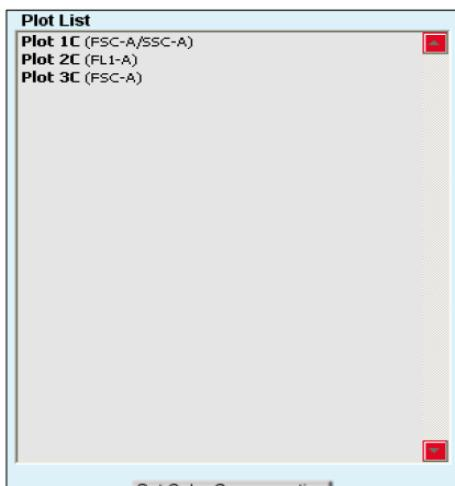

图 4-3. 包含复制的 Plots 的 Plot List。
3. 点击 OK 按键关闭对话框 , BD Accuri C6 会向 Analyze 面板的 Plot List 添加选择的 plots (图 4-3)。